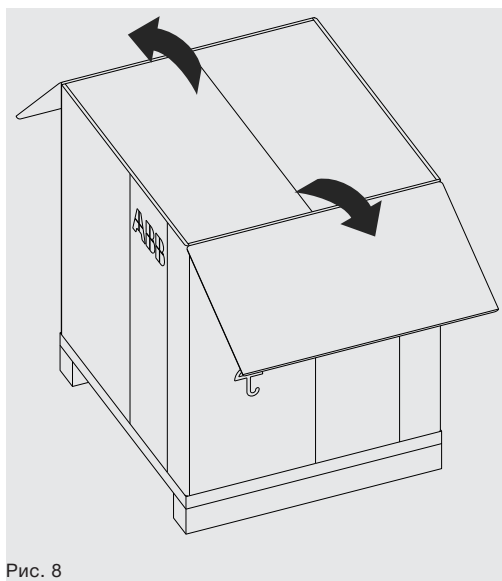
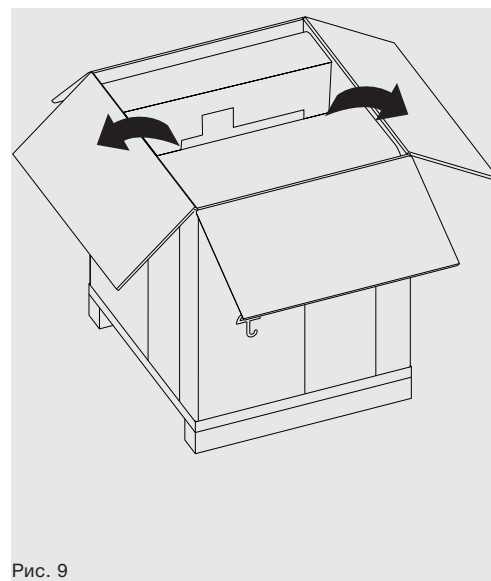

Рис. 8
Рис. 9
2. Раскрыть верхнюю часть упаковочной коробки. См. Рис. 8 и Рис. 9.